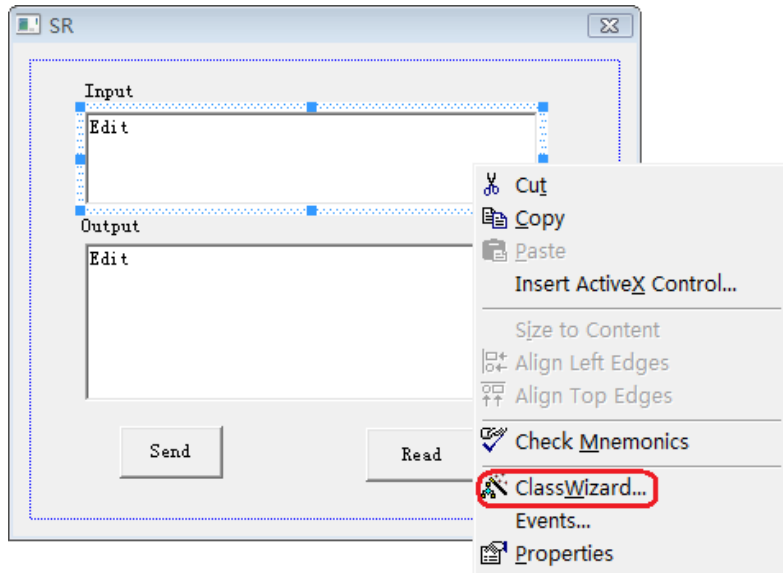

图 4-1-5
(1) 添加两个 Static Text 控件，分别命名为 Input 和 Output。
(2) 添加两个 Edit 控件，分别添加变量 m\_send 和 m\_read。如图 4-1-5 和 4-1-6 所示。